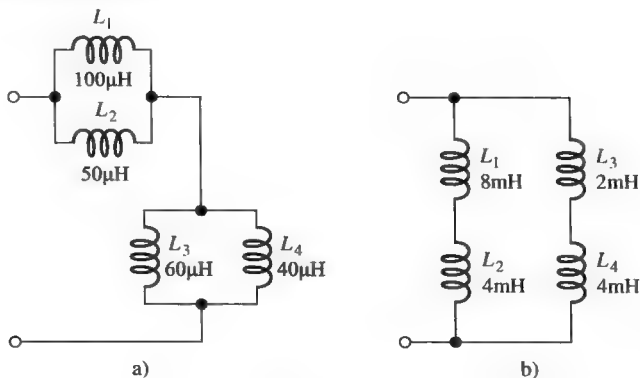

图 11-42
12. 求图 11-42 中各个电路的总电感。
18. 当所加信号频率为 400kHz 时，求图 11-42 中各电路的总电抗。
20. 若图 11-42 中电路输入电压的有效值为 10V ，试问什么频率时各个电路能产生 500mA 有效值电流？